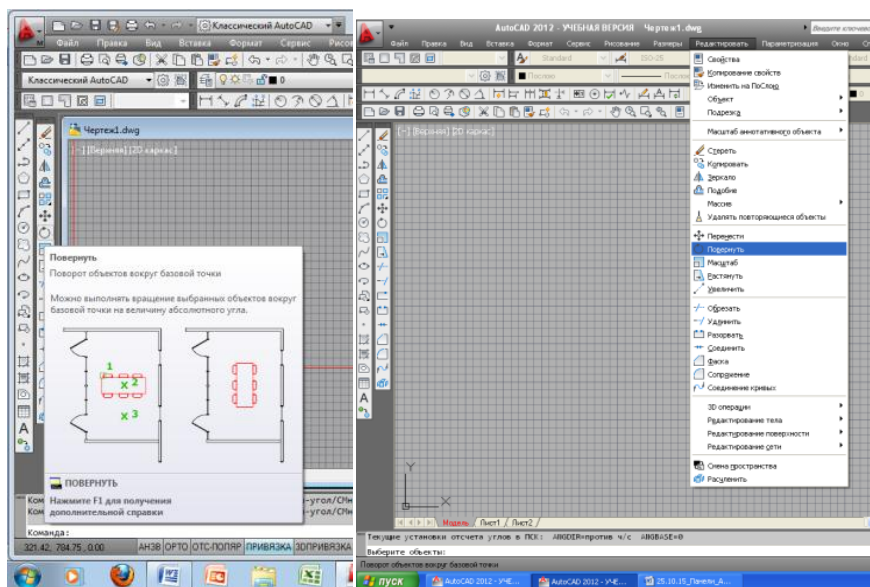

Рисунок 2.17 – Команда «Повернуть»
– щелчком мыши по кнопке на панели инструментов «Редактирование», из строки меню «Редактировать» – «Поворот» (рисунок 2.17).